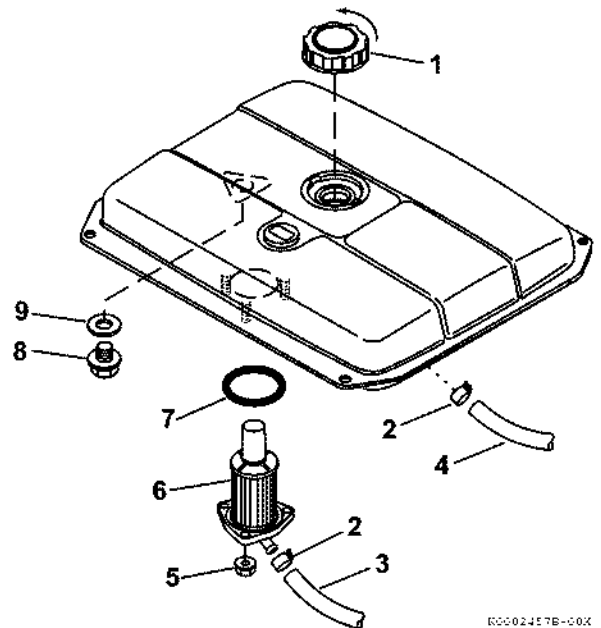

Рис. 72
2. Снимите крышку топливного бака (Рис. 72, (1)).
3. Снимите сливную пробку топливного бака (Рис. 72, (8)) и прокладку (Рис. 72, (9)), слить топливо. Осмотрите прокладку и замените, если она имеет повреждения.
4. Снимите хомуты (Рис. 72, (2)), отсоедините топливопровод (Рис. 72, (3)) и обратную магистраль (Рис. 72, (4)).
6. Снимите три гайки топливного фильтра (Рис. 72, (5)) и выньте топливный фильтр (Рис. 72, (6)) со дна бака.
7. Поставьте новый фильтр и новую прокладку (Рис. 72, (7)).